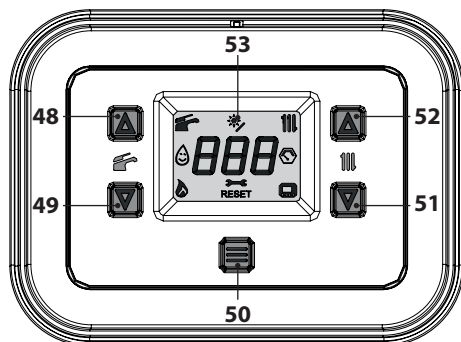
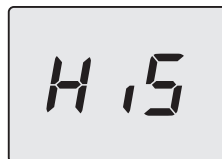
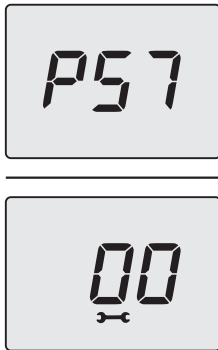

Figura 5.45
Figura 5.46
Figura 5.49
- Entrare in "modalità programmazione" premendo contemporaneamente per 5 secondi i tasti 49 e 51 (Figura 5.45) fino a far apparire sul display LCD le lettere **HiS** che indicano il menu "Storico delle caldaia" (Figura 5.46).
- Premere per 1 sec. il tasto 50 (Figura 5.45) per entrare nel parametro selezionato. Il display visualizzerà quanto segue (Figura 5.49).
- Premendo il tasto 50 (Figura 5.45) si ottiene la conferma del valore inserito. Il display visualizza
- Premendo contemporaneamente i tasti 49 e 51 (Figura 5.45) si esce senza modificare il valore (ritorno al livello precedente).
- tenere premuti contemporaneamente i tasti 49 e 51 per 5 sec. (Figura 5.45) (ritorno al livello precedente).